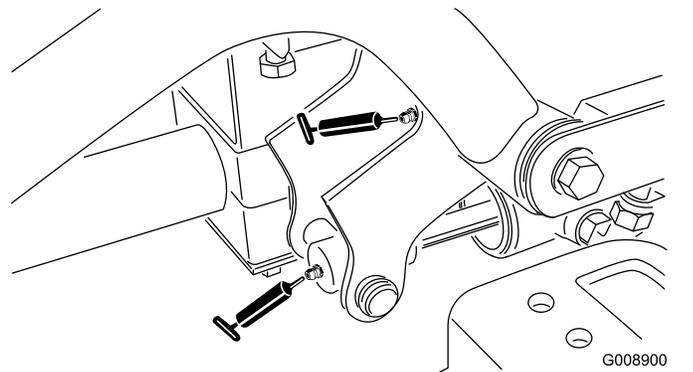

Bild 37
- 2 rechte vordere Hubarm-Drehbüchsen und Hubzylinder (**Bild 37**)